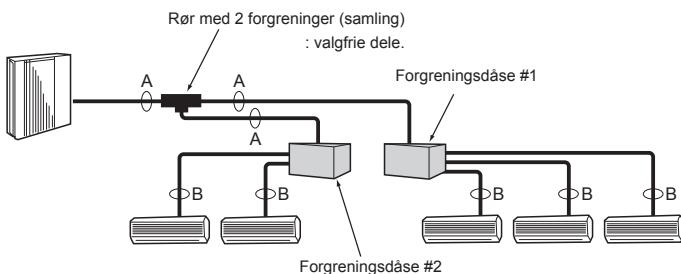

Fig. 4-4
4.3.2. Tilslutning med forgreningsboks (Fig. 4-4)